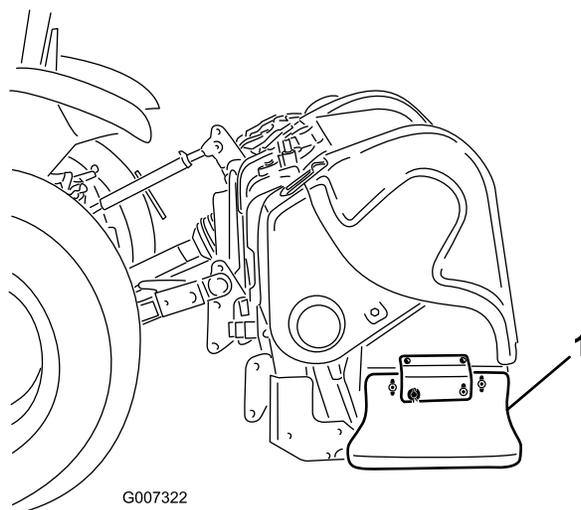

Рисунок 40
- Ослабьте болты и зажимные гайки крепления боковых щитков к раме (Рисунок 40).